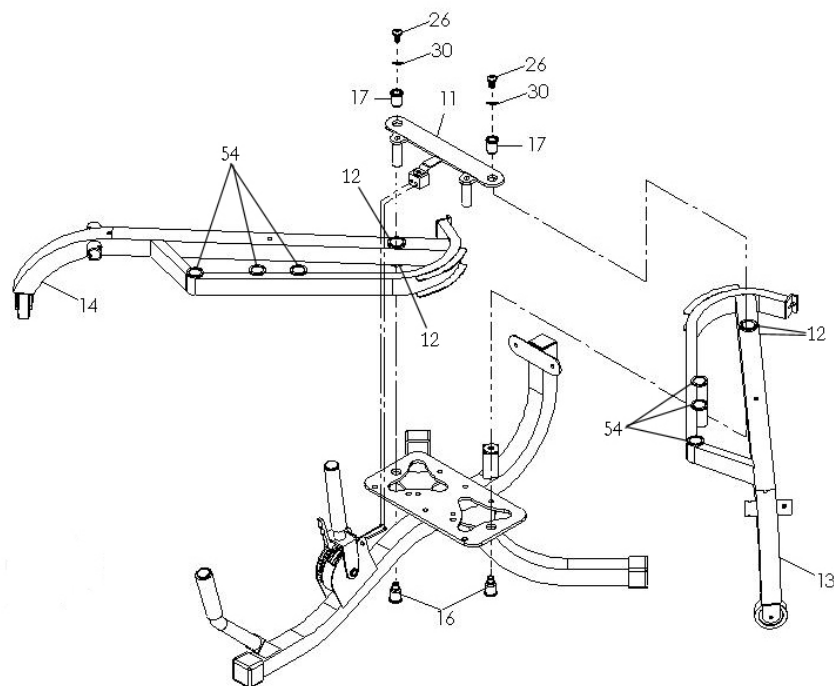

Figure 2; Schema 2; Figura 2; Abbildung 2
4. Bringen Sie die Beinstützen (13 und 14) an der Verbindungsplatte (10) an und stellen Sie sicher, dass die Lager (12) an den Beinstützen (13 und 14) wie in Abb. 2 dargestellt montiert sind.
5. Bringen Sie die Sitzauflegeplatte (11) in Position. Montieren Sie die untere Stahl-Gewindebuchse (16) unter der Verbindungsplatte (10) und die obere Stahlbuchse (17) auf der Sitzauflegeplatte (11). Befestigen Sie diese mit 2 Inbusschrauben (26). Ziehen Sie alle Schrauben fest. Keinesfalls überdrehen. Die ermöglicht die freie Bewegung der Beinstützen. Siehe Abb. 2.
6. Der Führungsblock (43) ist bereits mit einer Kreuzschlitzschraube (28) an der Sitzauflegeplatte (11) montiert.
HINWEIS: Falls nicht bereits montiert, stecken Sie die Plastikhülsen (54) in die linke und rechte Beinstütze (13 und 14) wie in Abb. 2 dargestellt.